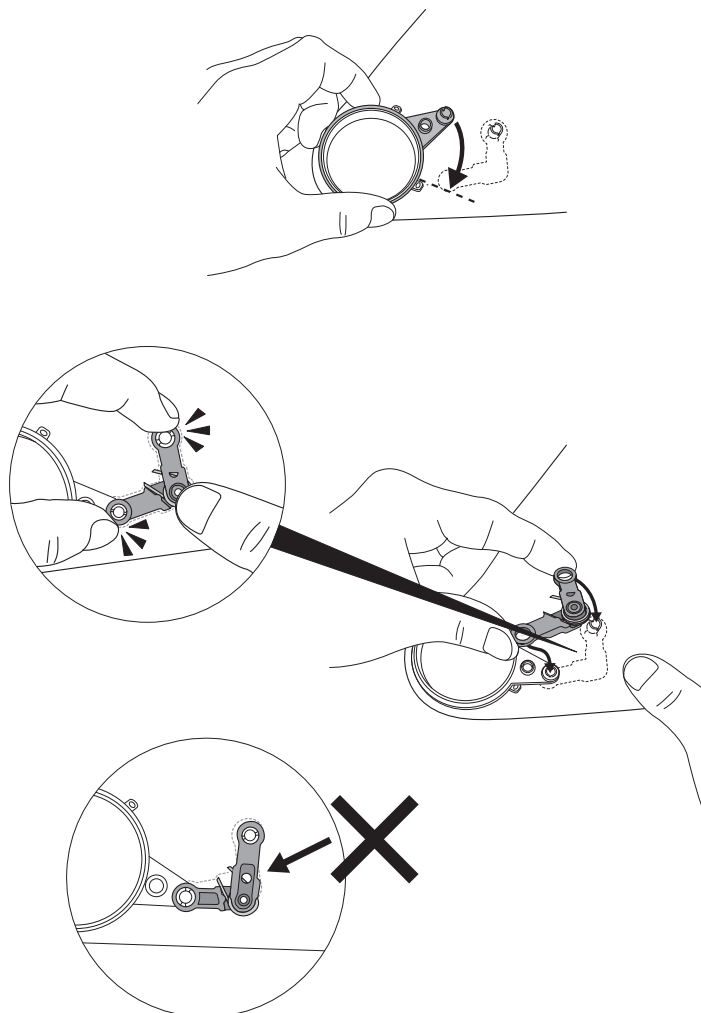

Fig. 26c
- d. Un tracé de la charnière est gravé à l'intérieur de l'écran de masque pour soudage. L'un des bras de la démarcation est plus court que l'autre. Le bras long de la charnière se fixe à la bague de pivot et le bras court de la charnière se fixe au tenon de l'écran de masque utilisé pour le soudage externe. Lorsqu'elle est installée correctement, la charnière correspondra exactement au tracé gravé sur l'écran de masque utilisé pour le soudage externe (Fig. 26c).